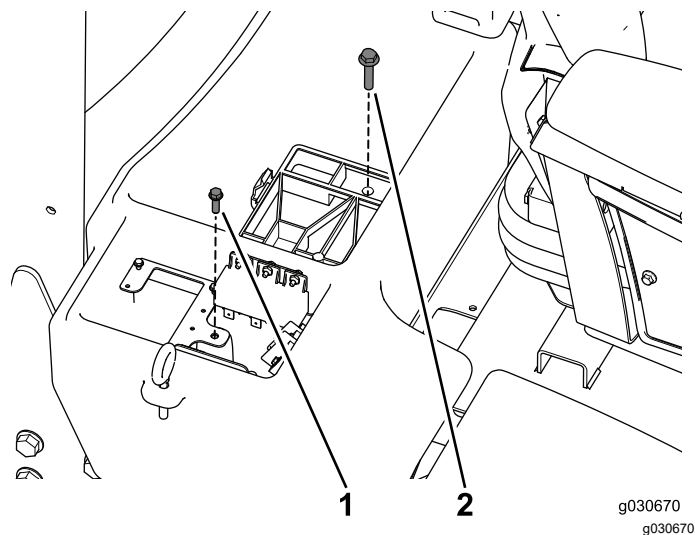

図 5
4. 補強プレートを固定しているねじと、バッテリーコンパートメント 図 5 を固定しているボルトを外して保管する。